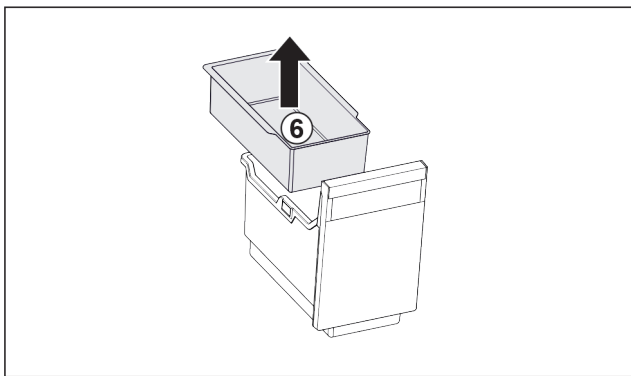

Fig. 42
- ▶ Inhangschaal Fig. 42 (6) verwijderen.